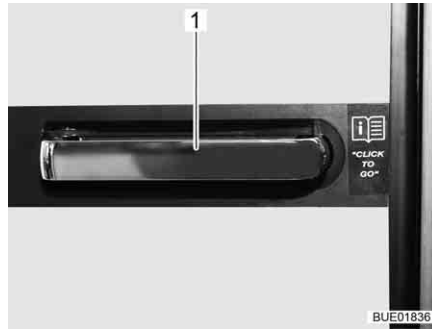

Bild 215 Dörrhandtag kylskåp
**Dometic 9-serie** Kylskåpet öppnas och stängs med handtaget (Bild 215,1) på dörren.